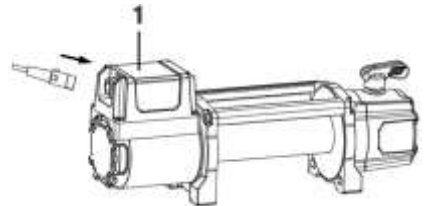

fig. 10
12. Fixez la télécommande sur la prise sur le module de commande (n° 1) (fig. 10).